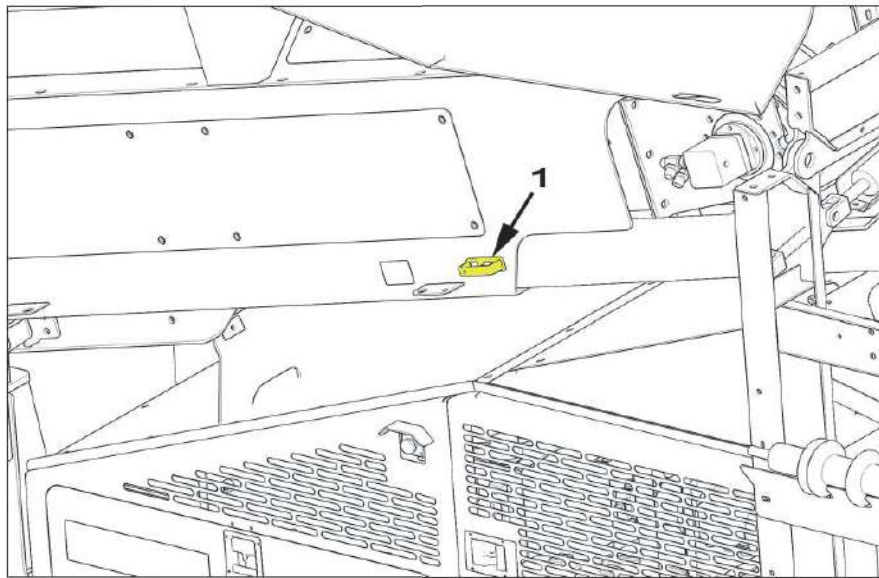

Figure 4.42 - Transportpositie van toevoerband
1. Als u de toevoerband naar voren wilt schuiven voor de werking, dient u eerst de positioneringspen (1) op afb. 4.42 uit de transportpositie te verwijderen.